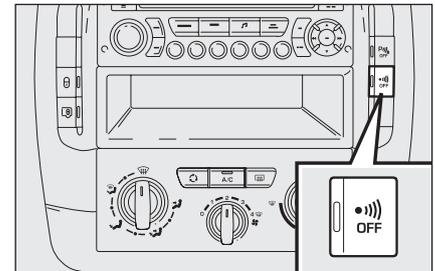

fig. 7a
- Entro 10 secondi premere il pulsante **fig. 7a** mantenendolo premuto fino a quando il led di deterrenza si accende in modo fisso.